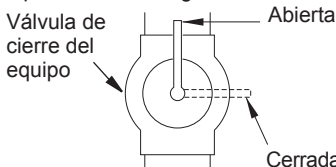

Figura 16 - Válvula de cierre del equipo
1. Cierre la válvula de cierre del equipo (consulte la figura 16).
1. Abra la válvula de cierre del equipo (consulte la figura 16, en la página 50).